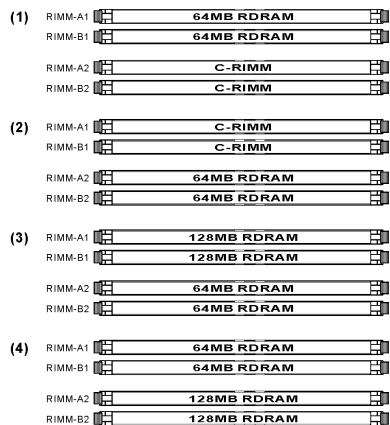

Figure 2-5. Exemple de configurations des modules mémoire
Notez que la configuration des RIMM-A1 et RIMM-A2 sur le Canal A doit être identique à celle des RIMM-B1 et RIMM-B2 sur le Canal B. Si vous installez une paire de RDRAM 64MB, veuillez alors vous référer au type (1) ou type (2) de la Figure 2-5. Si vous installez une paire de 64MB et une autre de 128MB RDRAM, veuillez alors vous référer aux types type (3) et type (4) de la Figure 2-5.